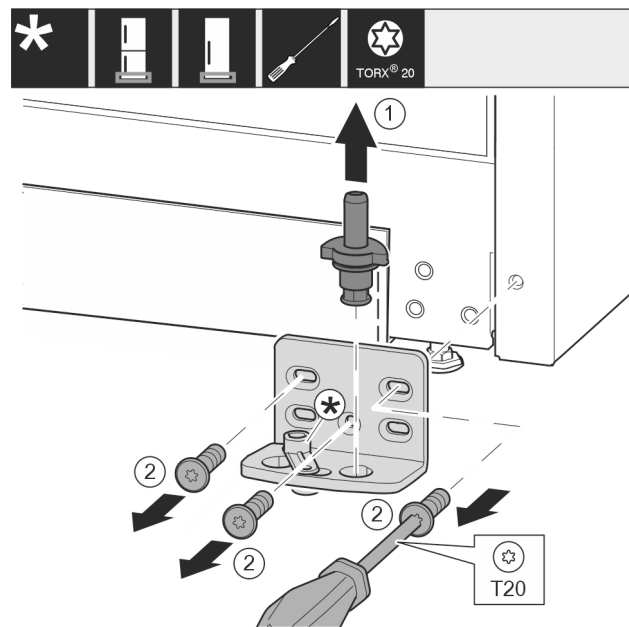

Fig. 22
- ▶ Sortir complètement l'axe de palier par le haut. Fig. 22 (1)
- ▶ Desserrer les vis avec le tournevis T20 et enlever le support de palier. Fig. 22 (2)